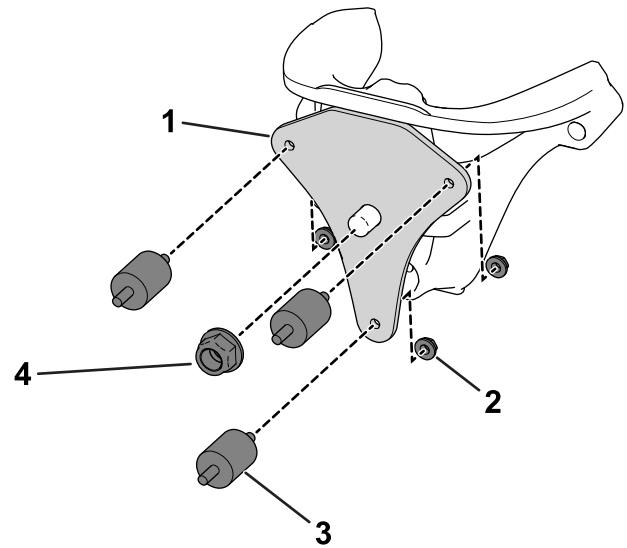

图 5
- 8. 使用螺母5/8 英寸将安装板固定到转向头上图 5。
- 9. 如图 5 所示用 3 个螺母5/16 英寸将 3 个橡胶防振垫固定到安装板上。